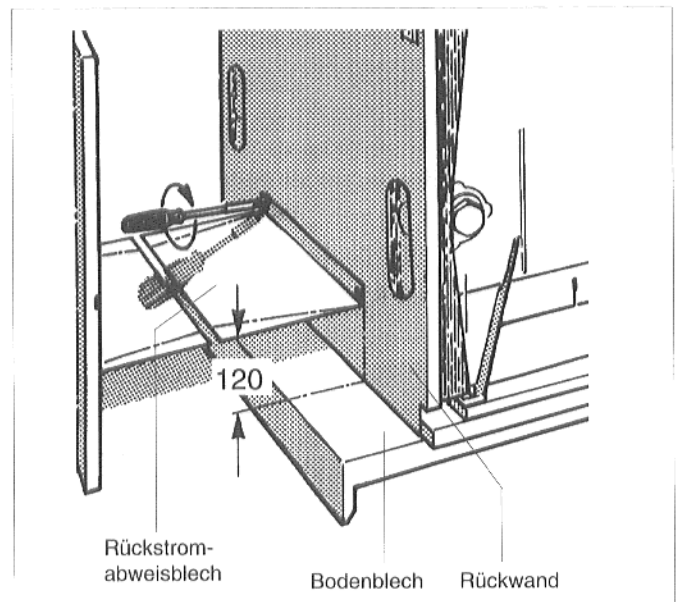

Abb. 6: Rückstromabweisblech montieren G324 XD
- Rückstromabweisblech jeweils an der Rückwand des Kesselblockes ca. 120 mm über dem Bodenblech festschrauben (Abb. 6).